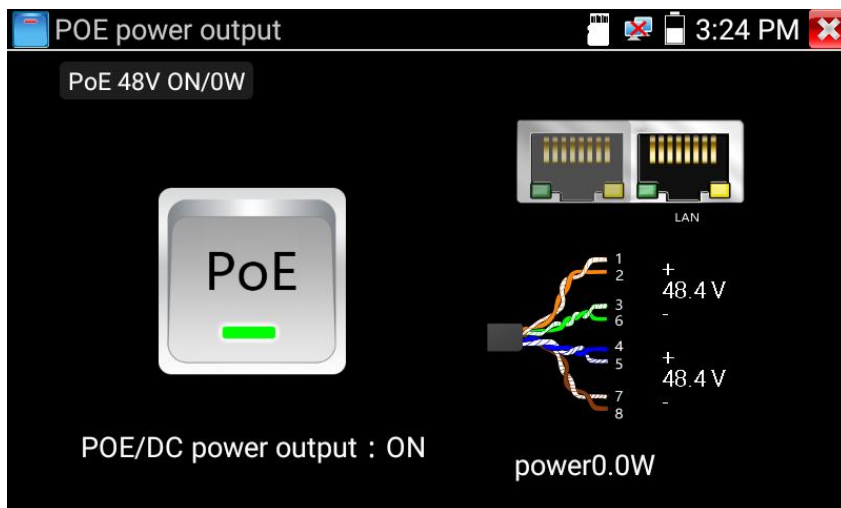

Рис. 8 Питание PoE
- 1) Если IP-видеокамера поддерживает питание по PoE (максимум 90 Вт), то ее можно запитать на время теста от самого тестера. Для этого выберите пункт «PoE Power Output» (рис. 8) в папке IP Camera Test и нажмите на значок кнопки PoE.